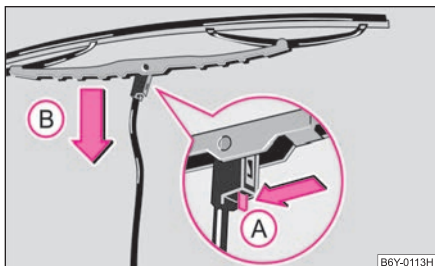

Fig. 43 Balai d'essuie-glace pour pare-brise
- Ecartez le bras d'essuie-glace de la vitre et positionnez le balai à angle droit par rapport au bras d'essuie-glace ⇒ fig. 43.
- Poussez le ressort de blocage dans le sens de la flèche (A) et poussez simultanément le balai d'essuie-glace vers la vitre dans le sens de la flèche (B) ⇒ ⚠.